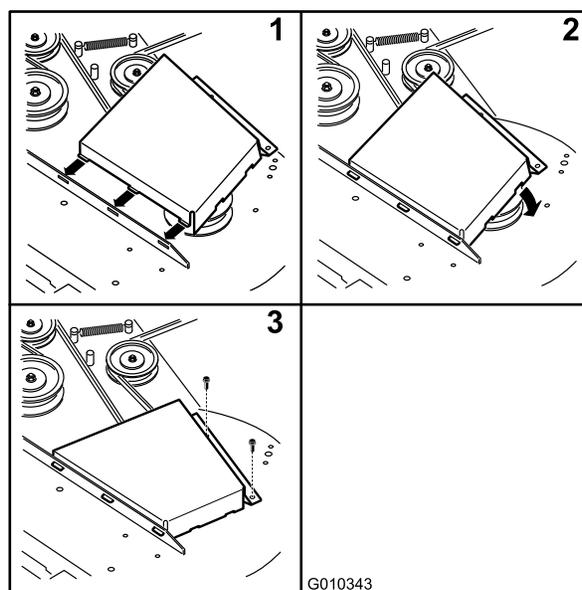

Figure 65
12. Posez les couvercles de courroie (Figure 65).